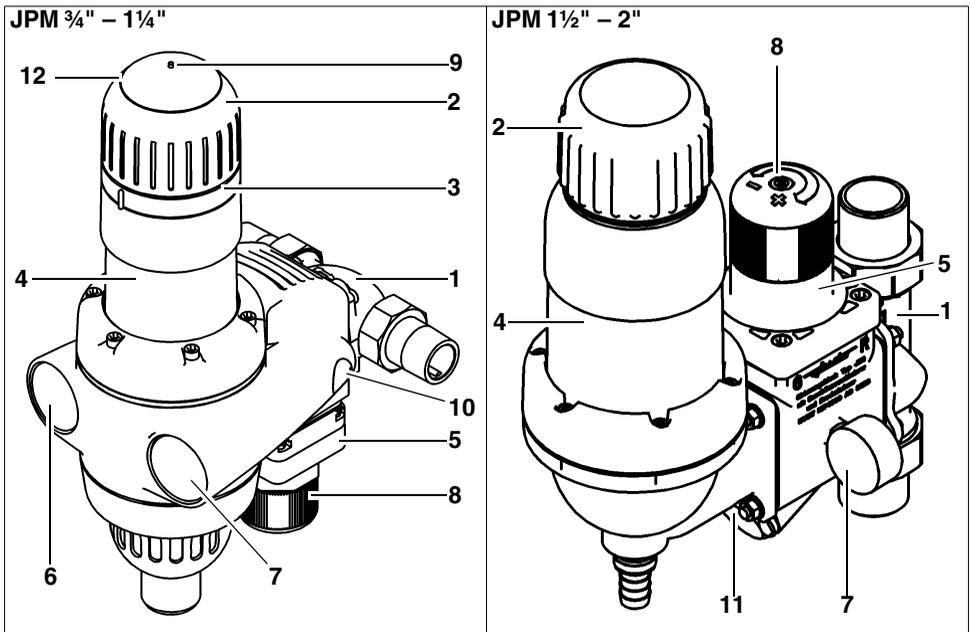

Abb. 6: Funktionsbeschreibung
unteren Anschlag durchgeführt werden. Während diesem Vorgang reinigen die Saugrüssel nicht nur das Siebgewebe des Feinfilters, sondern mit einer Gummilippe auf ihrer Außenseite auch die transparente Filterglocke (4) (siehe Abb. 6).